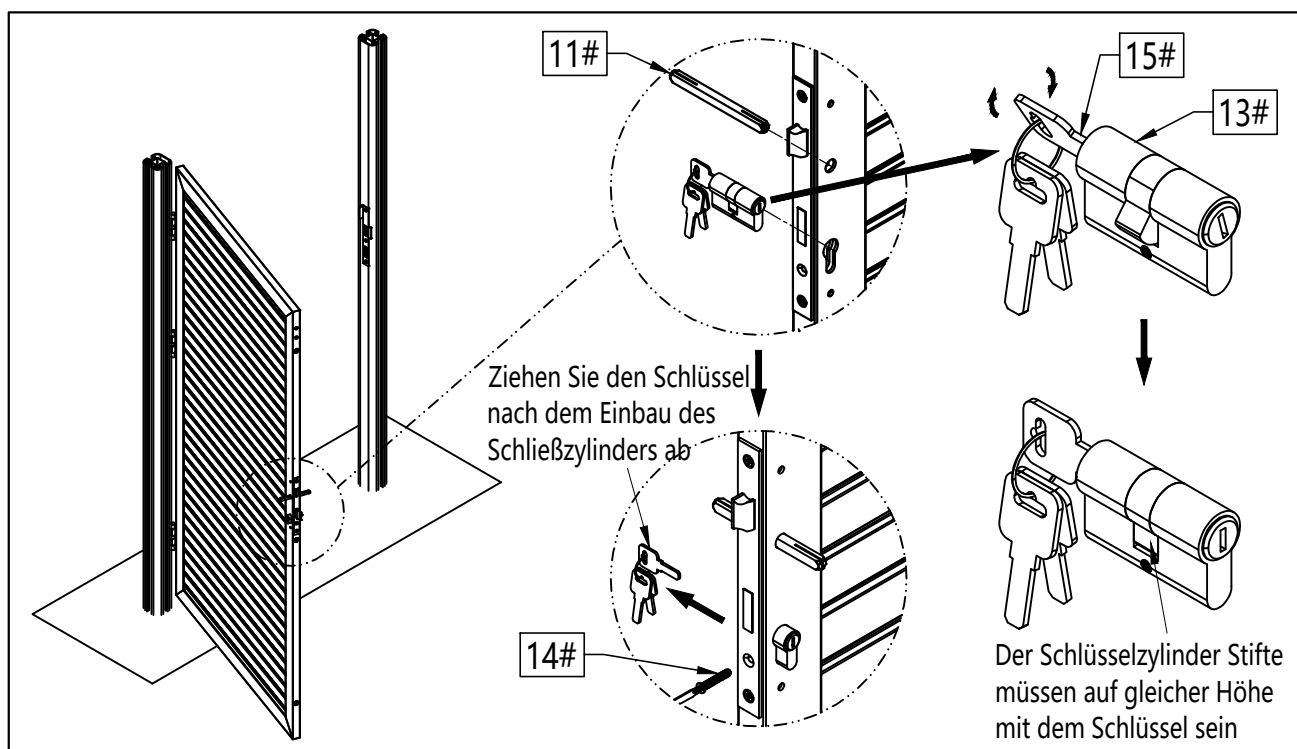

Abbildung 12
- 12** Setzen Sie den Vierkant (11#) und den Schlüsselzylinder (13#) ein (1#), wie in Abbildung 12 dargestellt.